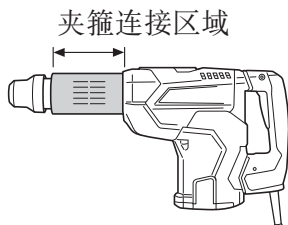
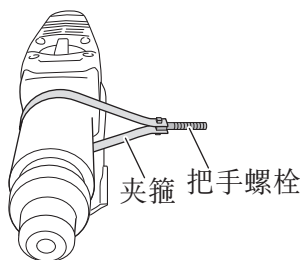

图 2
图 3
(2) 把夹箍放在夹箍连接区域，并将夹箍的两个孔放入把手螺栓的“T”形部位。(图 2、图 3)